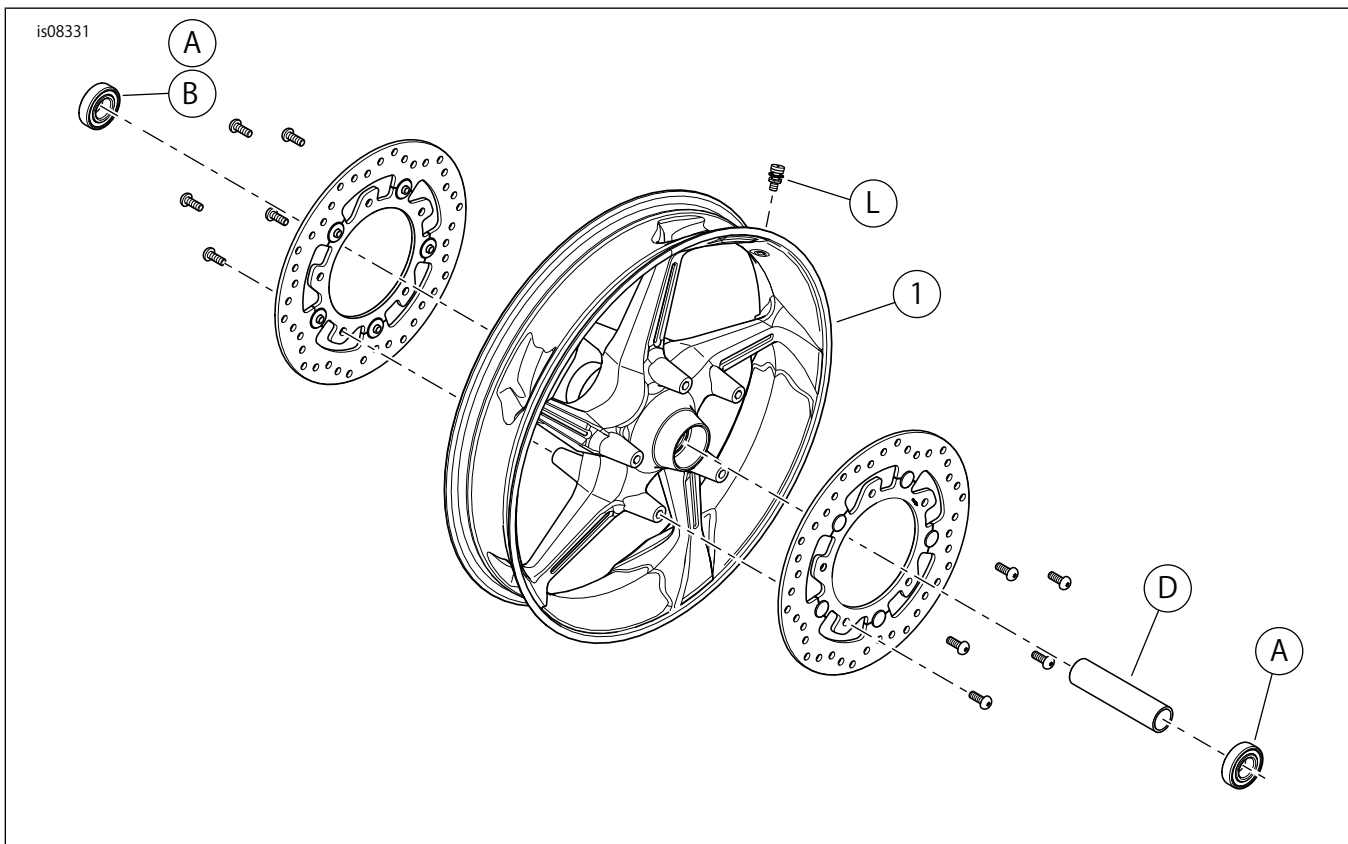

図1。交換用パーツ:アグレッサーフロントホイールキット
2. 「図1」を参照してください。ホイールにバルブシステムアッセンブリー(L)を取り付けます。サービスマニュアルの「タイヤ」を参照してください。